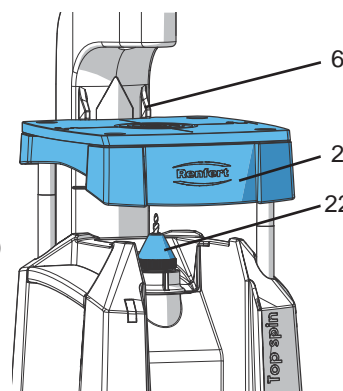

Fig. 8
- ⇒ Pressionar o travamento do fuso (7, fig. 1) e rodar a porca tensora (22, fig. 8) até o travamento do fuso encaixar.